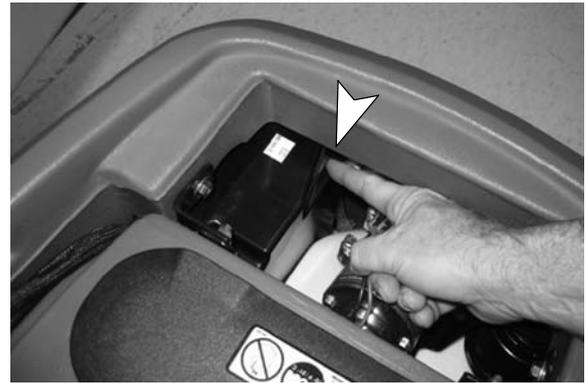

FIG. 57
4. Drehen Sie den Zündschlüssel in die (I) -Stellung.
5. Drücken Sie den ec-H₂O-Modul-Spülschalter und lassen ihn wieder los, um den Spülvorgang zu starten (Abbildung 57). Das Modul befindet sich unter dem Schmutzwassertank.